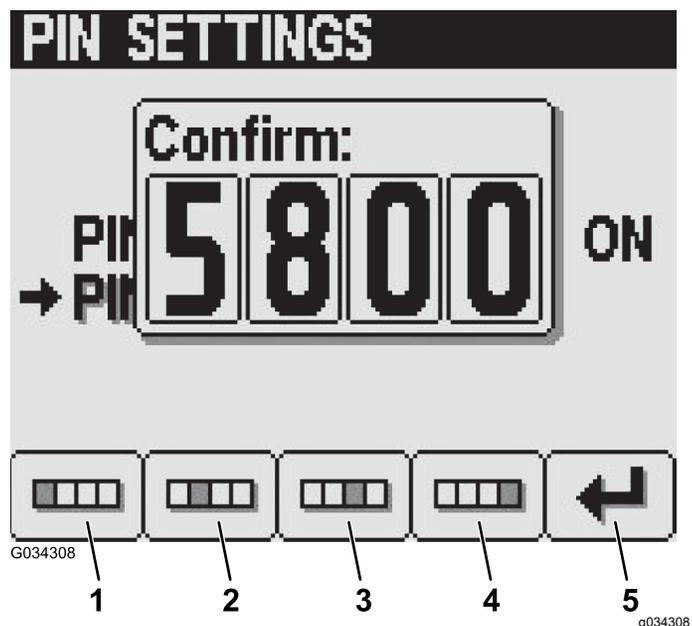

图 29
- 在输入新 PIN 屏幕按 1 至 4 号按钮可输入您的新 PIN 码。PIN 输入完成后按 5 号按钮图 29。
注意 确认 PIN 码之后图 29 Pin Correct Pin 纠正屏幕将显示约 5 秒钟。